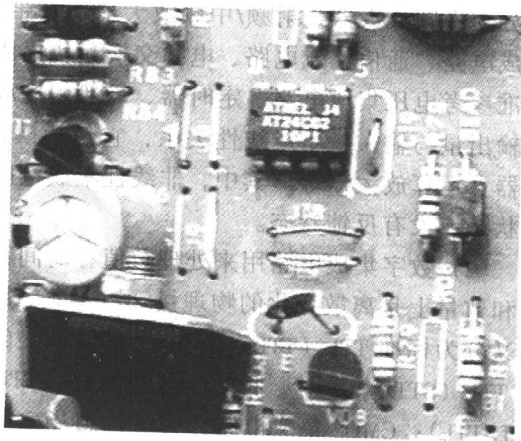

图 1-1 集成电路与分立元器件有机结合
(1) 集成电路内部含有多个分立元器件，但不是所有分立元器件，一般大电容、大电阻、变压器等目前不能集成制作，如图 1-1 所示。
(2) 集成电路内部电阻一般由硅半导体电阻构成，因此，能够制作的电阻尽量集成，目的是节省芯片面积。因此，集成电路所外接的电阻均较大，这一点为我们检修彩电集成电路外接件提供了一个信息。
(3) 集成电路内部电容容量不大，一般小于 200pF，因此，集成电路所外接电容损坏而不知其容量时，依此可以作为参考。
(4) 集成电路内部不集成电感，需要时，通过外接方式解决。
(5) 集成电路内部二极管不是像分立二极管那样的形式，而是通过三极管（包括普通晶体管及场效应晶体管等）的 PN 结变通制作。
(6) 集成电路内部级间一般采用直接耦合，因此，它具有直接耦合的优点：能够放大缓慢变化的信号、频率特性好等。同时，也具有直接耦合的缺点：前后级静态工作点互相影响、零点漂移严重等，因此，集成电路内部采用了以下电路：